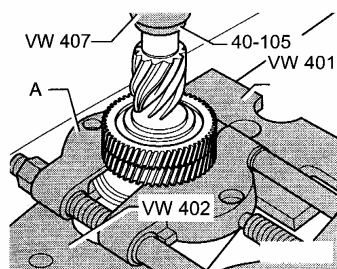

图 12-74 压出第 5 挡齿轮
(5) 压出第 5 挡齿轮, 要使用 22~115mm 的分离装置 A, 如图 12-74 所示。